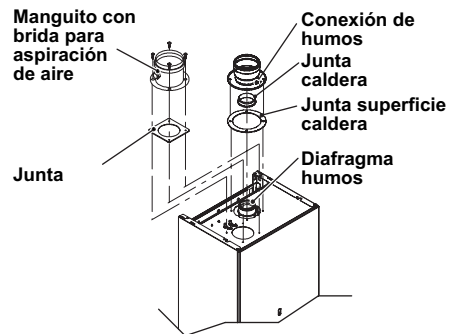

Figura 5.8
**Para los diafragmas de humos/aire y las longitudes máximas, consulte la Figura 5.8 y la Figura 5.11.**